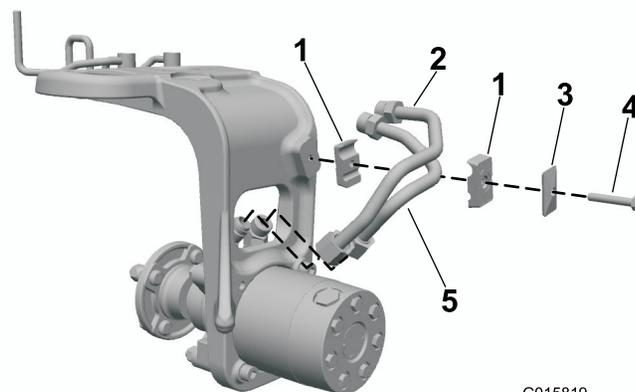

Figura 4
1. Instale sem apertar os tubos rígidos hidráulicos nas uniões do motor da roda (Figura 4).
2. Instale a braçadeira de tubos na forquilha da roda giratória. Ajuste este conjunto no encaixe adequado com os tubos hidráulicos e braçadeiras de tubos (Figura 4).
3. Prenda as braçadeiras de tubos com uma placa de cobertura e parafuso ( $\frac{5}{16} \times 1\frac{3}{4}$  pol.) como se mostra na Figura 4.